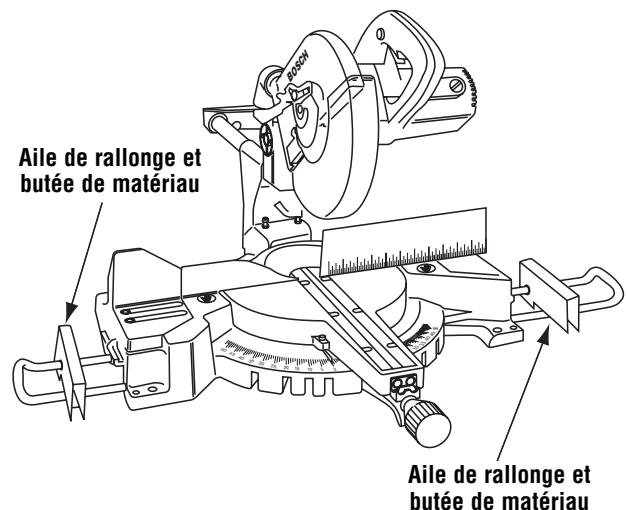

Figure 22. Aile de rallonge et butée de matériau
**Aile de rallonge et butée de matériau** — Cet accessoire (No. BA162) offre un support supplémentaire pour les ouvrages plus longs. Pour plus de détails, reportez-vous à la feuille d'instructions sur les accessoires (Figure 22). Voir la liste complète des accessoires à la page 102.